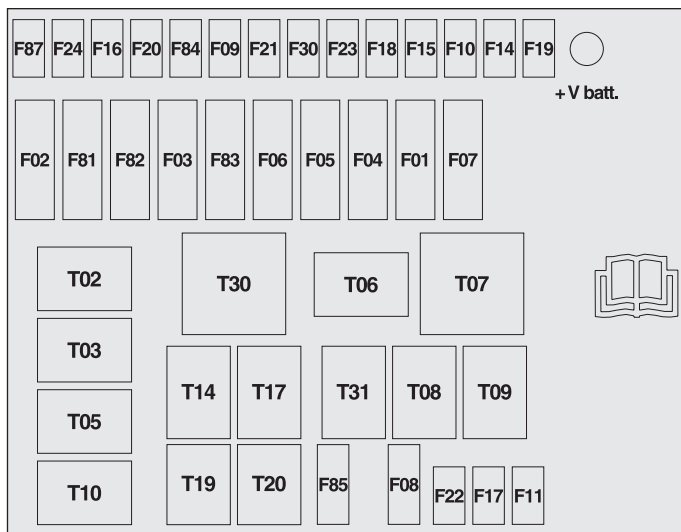

fig. 41
### Centrale de compartiment moteur - fig. 41
**Centrale de compartiment moteur - fig. 41**